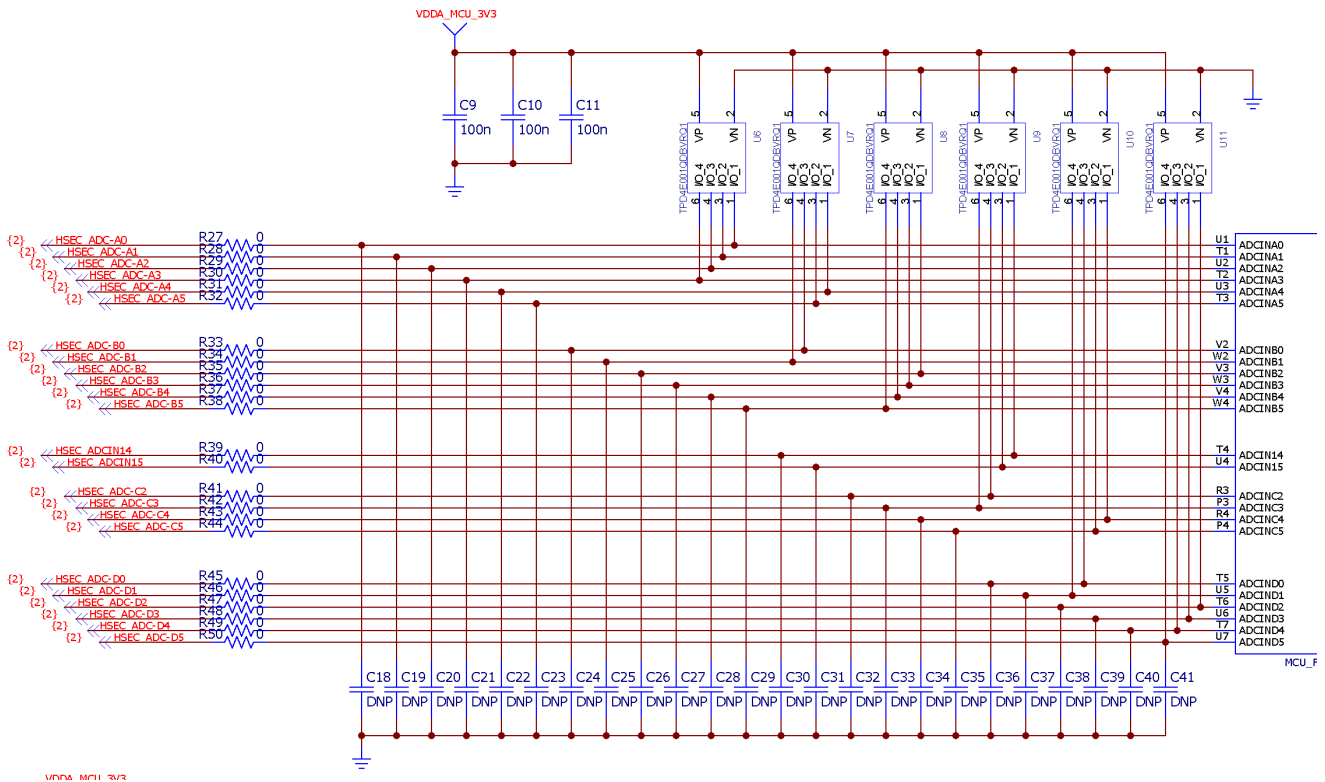

图 4-3. 展示默认 R 和 C 值的部分原理图
板载电阻器和电容器：默认情况下 (图 4-3)，ADC 引脚的所有内联电阻器都是简单的 $0\ \Omega$ 分流电阻器，所有连接至接地平面的电容器均未组装。虽然此电路可用于为 ADC 输入提供电压，但可能需要根据电压源的特性组装电阻器 (R) 和电容器 (C)。请参考 **ADC 输入模型**，ADC 输入有自己的 RC 网络，由内部采样保持电容器、开关电阻和寄生电容组成。通过改变内联电阻和并联电容，可以优化输入电路，以协助稳定时间和/或对输入信号进行滤波。最后，一般建议是使用 $\pm 0\ \text{PPM}/^\circ\text{C}$ (NP0/C0G) 电容器，因为这些电容器在整个温度和输入频率方面的稳定性比其他类型的电容器更好。